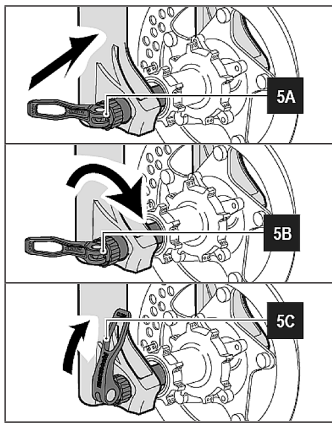

Рис. 5
- Установите колесо таким образом, чтобы ось совпала с крепежами вилки (См. 5А Рис. 5).
- Начните установку оси с правого зажима колеса. (См. 5А рис. 5).
- При открытом рычаге эксцентрика туго затягивайте ось по часовой стрелке (см. 5В рис. 5).
- Аккуратно закройте рычаг эксцентрика в конце оси, направив его в любую сторону. Таким образом, колесо правильно зафиксировано в вилке. (См. 5С рис. 5).
Убедитесь, что рычаг находится в нужном положении, что обеспечивает правильное крепление оси, и что она не станет причиной проблем во время использования. (См. 5С рис. 5).